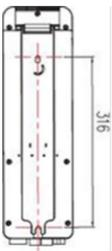

IMAGEN 1
1. Fije los 2 tornillos M5x10 en los orificios roscados del marco como se muestra en la imagen 1.